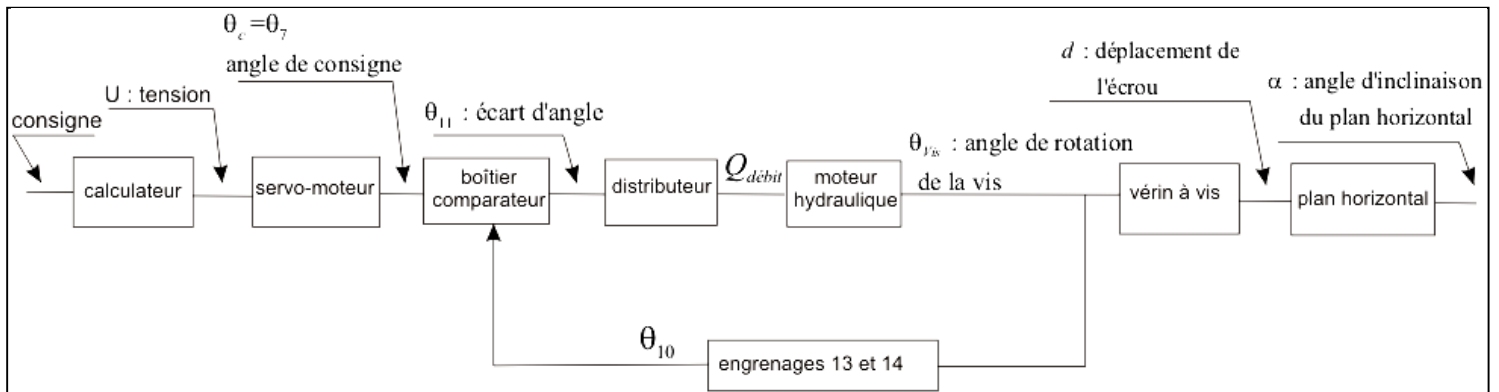

Figure 3 (Schéma fonctionnel de l'asservissement en position du PHR)
La figure 3 donne la représentation sous forme de schéma-bloc fonctionnel de cet ensemble.
I) Principe de fonctionnement du PHR (figures 3 et 4)